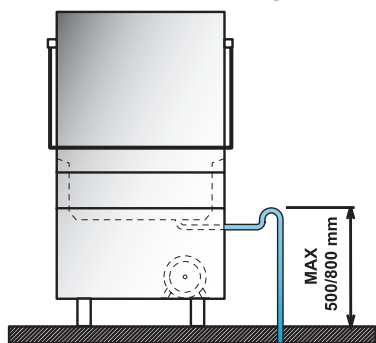

Bild 6.
- Avloppsslangens max. höjd = 50 cm. (se bild 6).